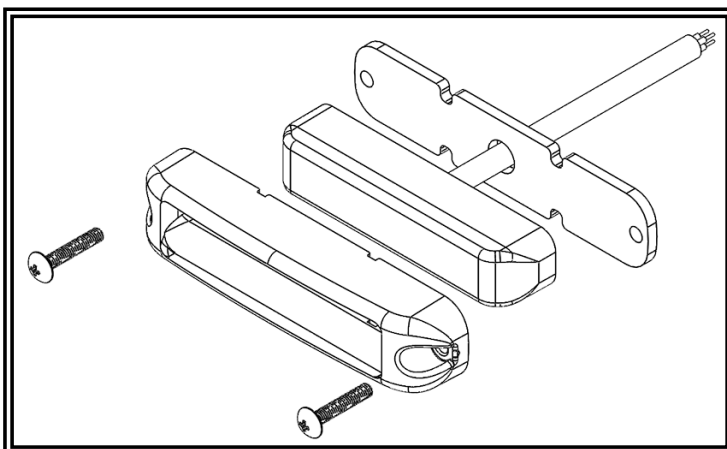

Figure 3
Étape 3 Faites passer le câble de la tête d'éclairage dans le long joint. Placez l'enjoliveur sur la tête d'éclairage et faites passer le câble dans le trou percé au centre de la surface de montage. Fixez l'ensemble sur la surface à l'aide des deux vis à tête cylindrique M 3 x 20 mm. Serrez-les à un couple maximal de 10 po-lb. Voir la Figure 3.